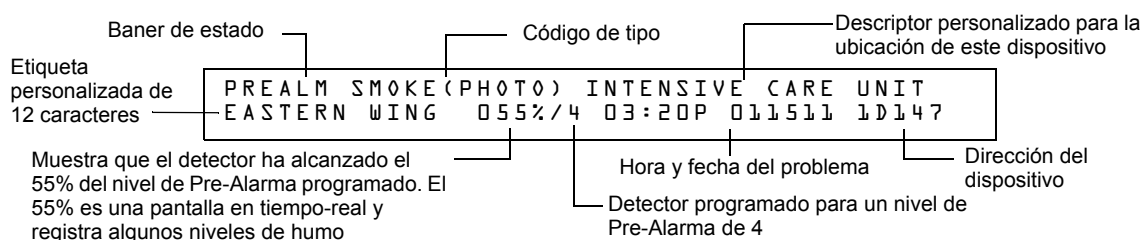

Figura 3.11 Ejemplo de un Mensaje de Alerta de Pre-Alarma
- Muestra un banner de estado de prealarma, el Código de Tipo del detector, y el nivel de Pre-alarma (Alerta o Acción) en la pantalla LCD, junto con la información específica del dispositivo como se muestra en la Figura 3.11.